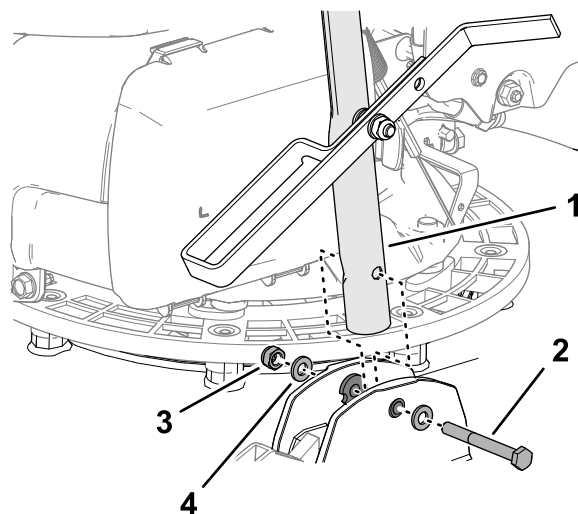

図 7
3. ハンドルバーの穴をブッシュの穴に合わせ 図 7、ハンドルバーを機体に固定するボルト6 x 55 mm 1 本、ワッシャ6 mm 2 枚、ロックナット6 mm 1 個を使用する。